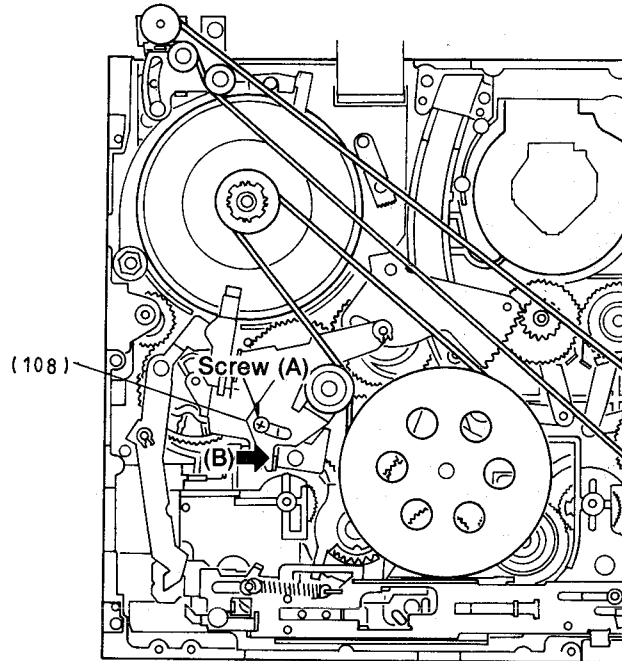

Fig. 17
- Schraube (A) lösen (Fig. 17).
- Kontaktor am Punkt (B) ansetzen und Spannrollenhebel (108) in Pfeilrichtung (B) drücken.
- Zeigt die Skala des Kontaktors $0,4 \text{ N} \pm 0,05 \text{ N}$ (Einstellwert) an, Schraube (A) anziehen.
- Loosen the screw (A), (Fig. 17).
- Fit the Tension Gauge to point (B) and press the tension roller lever (108) in the direction of the arrow (B).
- When the Tension Gauge indicates $0.4 \text{ N} \pm 0.05 \text{ N}$ (Specified Value), tighten the screw (A).